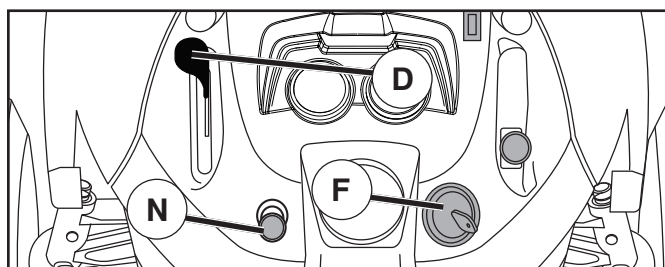

Fig. 6
- Placer la commande des gaz en position (D) « SLOW » (lent).
- Tournez la clé de contact à la position coupée (F) STOP et enlevez-la. Enlevez toujours la clé de contact quand vous quittez le tracteur pour empêcher l'emploi non autorisée.
## POUR UTILISER LA COMMANDE DES GAZ (D) (Voir la Fig. 6)
## POUR UTILISER L'ÉTRANGLEUR (N) (Voir la Fig. 6)